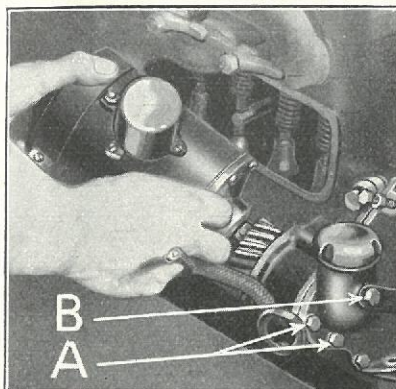

Fig. 131
- 202** Skru de to Skruer »A« (Fig. 131) og Fordelerskruen »B« ud, fjern derefter Dynamo og Dynamopakning.